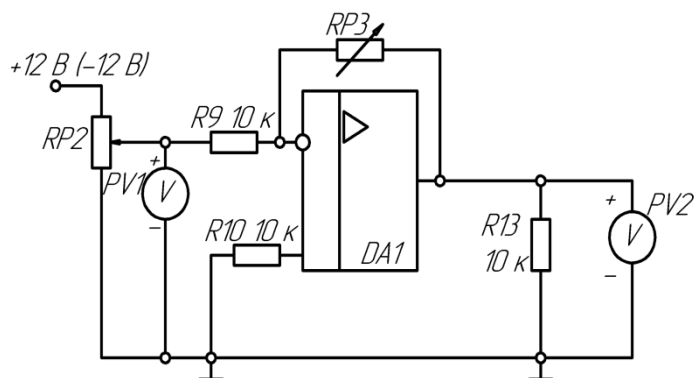

Рисунок 25 – Схема инвертирующего усилителя
- 1) Собрать схему согласно рис.25; установить заданное значение $R_{P3}=20\text{K}$;